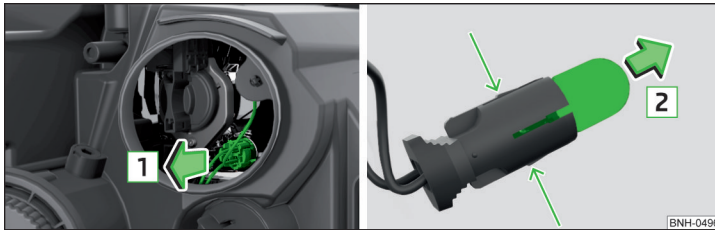

Abb. 191 Glühlampe für Standlicht wechseln
- › Den Sockel mit der Glühlampe mit Wackelbewegungen in Pfeilrichtung **1** » Abb. 191 herausziehen.